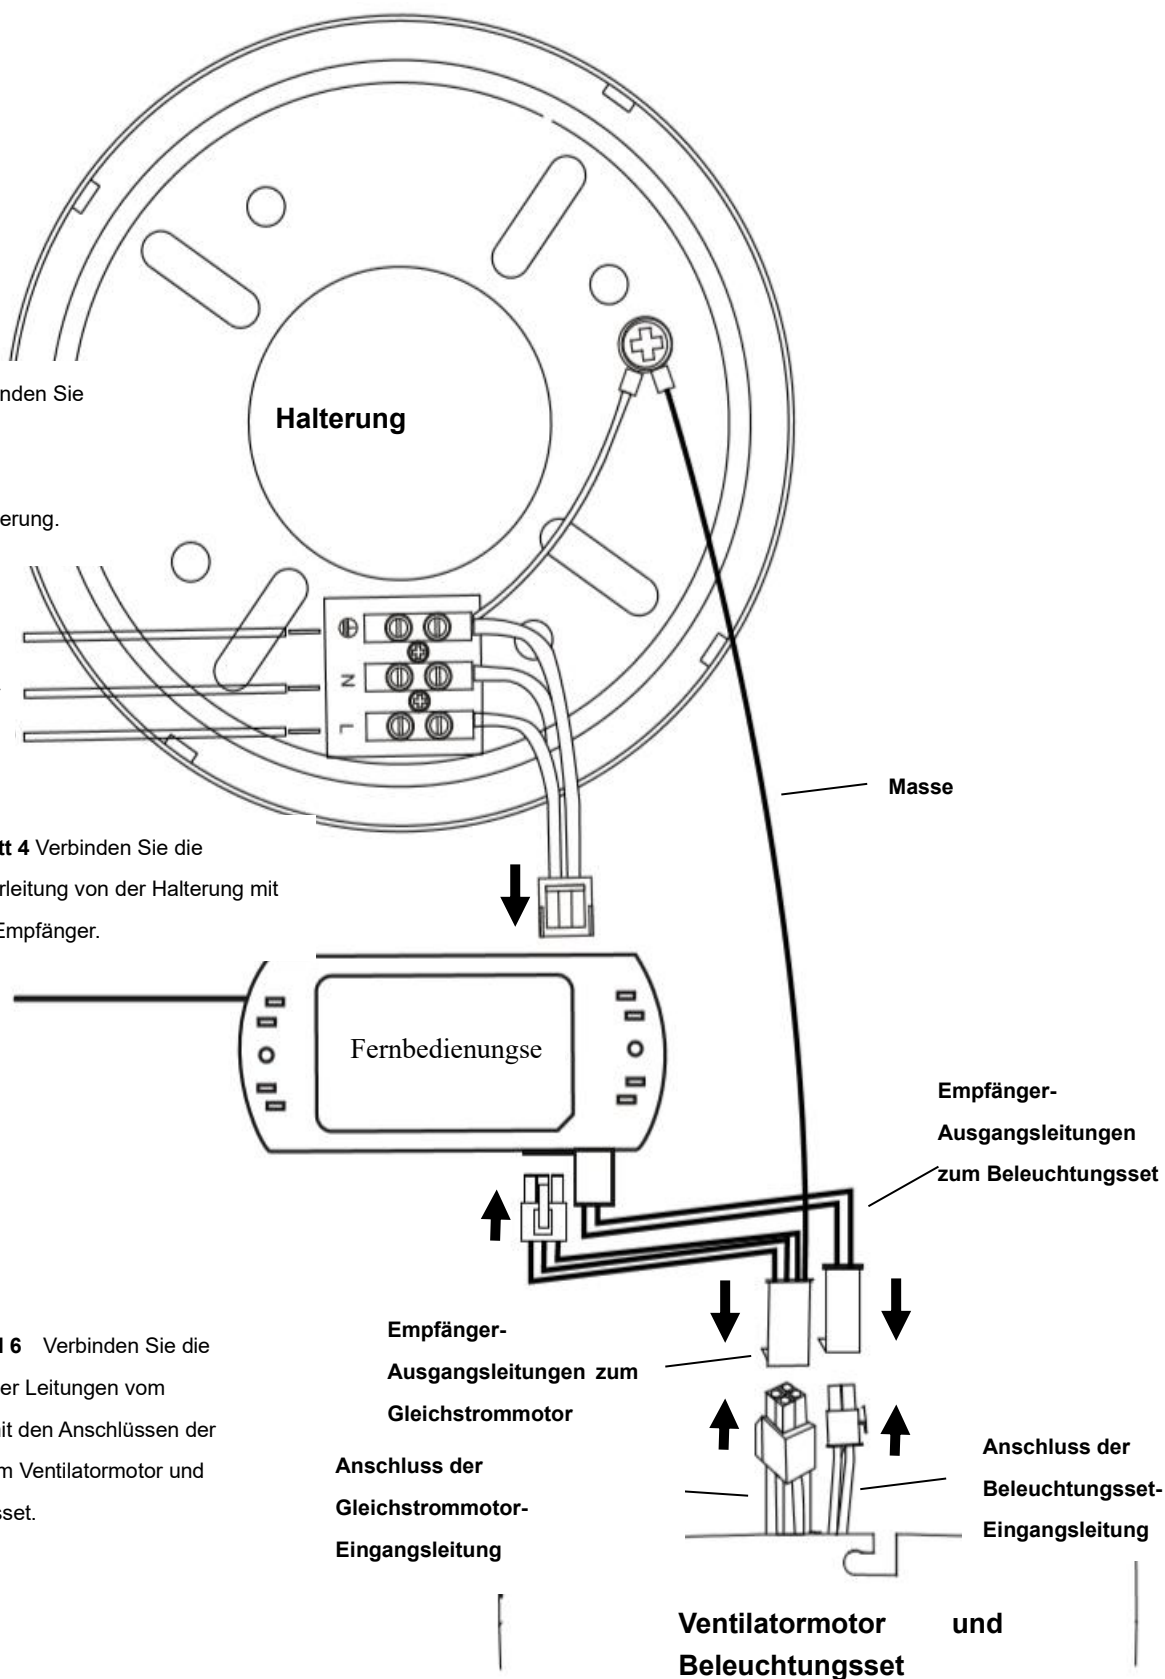

Abb. 4
Von der Netzversorgung zur Klemmleiste an der Montagehalterung: (Abb. 4)
Von der Montagehalterung zum Empfänger und Motor: (Abb. 4)
5. Schließen Sie die Ausgangsleitungen des Gleichstrom-Motorantriebs/-Empfängers (von der Halterung mit Erdungsleitung) an den Ausgang des Gleichstrom-Motorantriebs/-Empfängers an (Abb. 4). Schließen Sie die Ausgangsleitungen des Gleichstrom-Motorantriebs/-Empfängers mit Erdungsleitung (von der Halterung mit Erdungsleitung) an den Eingang des Ventilatormotors an (Abb. 4).